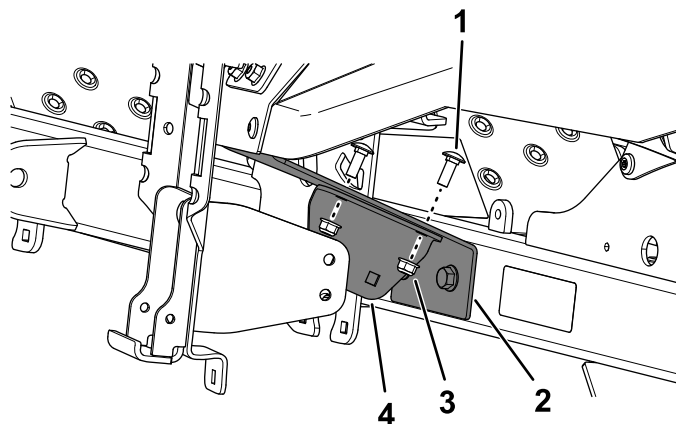

Figura 9
4. Prenda o suporte de apoio interior ao suporte de apoio do módulo utilizando dois parafusos de carroçaria (5/16 x 7/8 pol.) e duas porcas (5/16 pol.) como se mostra na Figura 9.